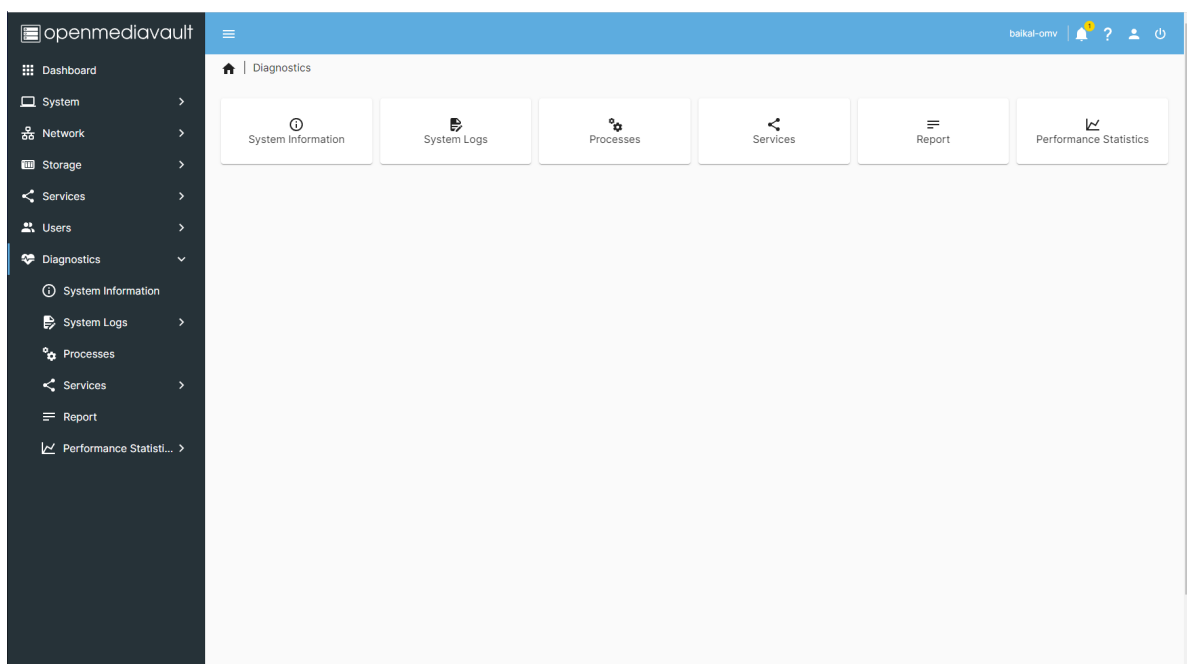

Рис. 64. Окно «Diagnostics»
7) Вкладка «Diagnostics» включает в себя несколько под вкладок. Окно «Diagnostics» показано на рис. 64 Окно «Diagnostics».